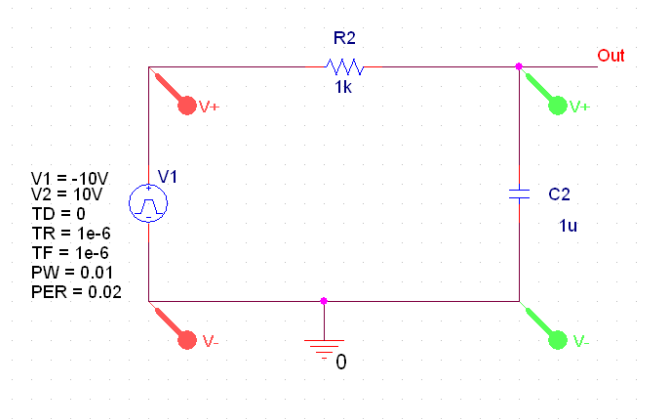
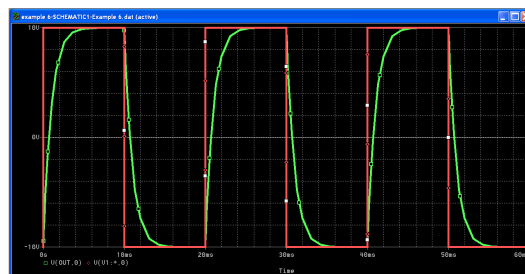

图 40. 脉冲方波作为信号源
图 41. R2 的两端有不同的电压波形
7.2 图 40 是一个用脉冲方波作为信号源的电路. 用 PSpice 可以显示 R2 的两端有不同的电压波形(红色和绿色), 见下面的图 41.
7.4 建立一个 Project 带有图 40 的线路图. 这里要说明的是如何建立脉冲方波信号源.